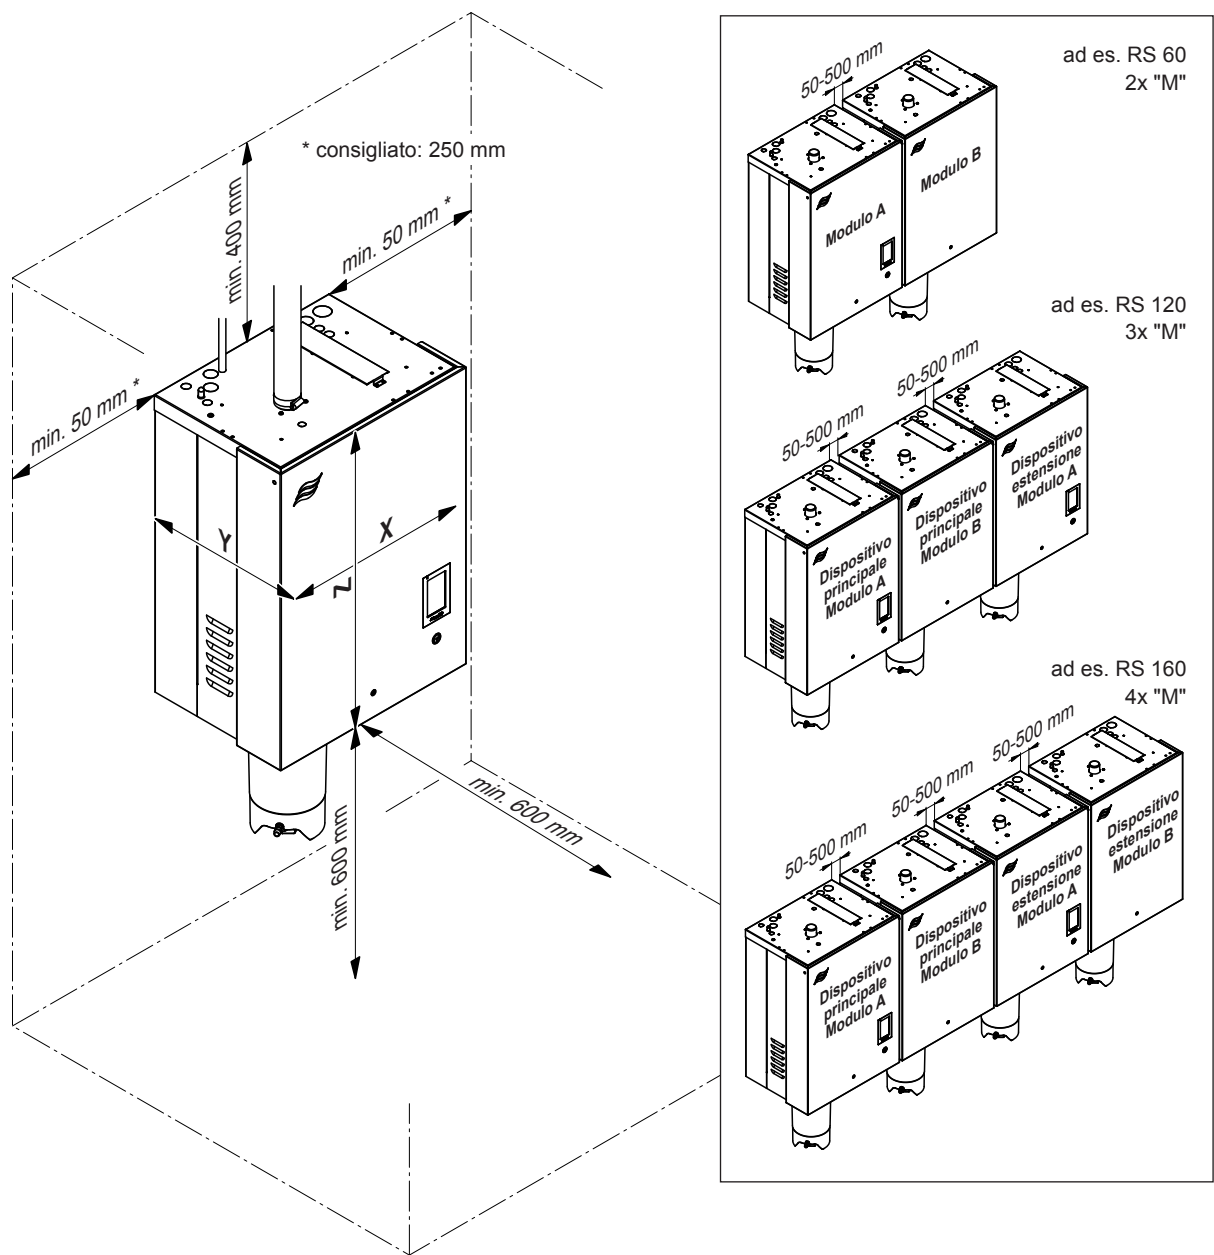

Fig. 10: Distanze da osservare
- Collocare l'umidificatore a vapore in modo tale che l'apparecchio sia **facilmente accessibile** e che sia garantito uno spazio sufficiente per la manutenzione. Le **distanze minime** conformemente alla Fig. 10 **devono essere rispettate**.
- Affinché i cavi forniti con i Moduli doppi e i sistemi interconnessi possano essere utilizzati, i singoli apparecchi devono essere montati nella sequenza indicata, con una distanza di min. 50 mm a max. 500 mm l'uno accanto all'altro e alla stessa altezza (si veda Fig. 10).